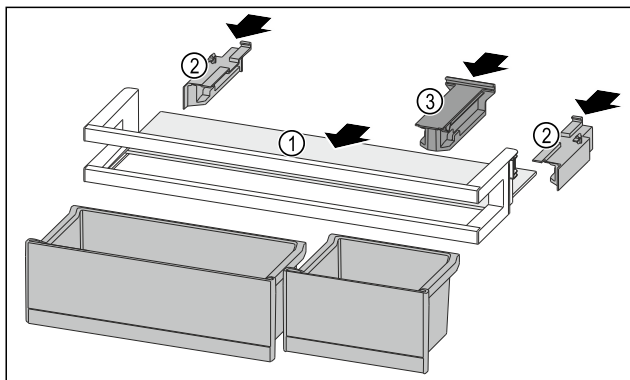

Fig. 189
- Abstellfläche Fig. 189 (1) in die seitlichen Aussparungen einschieben.
- Seitenteile Fig. 189 (2) einsetzen.
- Halteteil Fig. 189 (3) einsetzen.